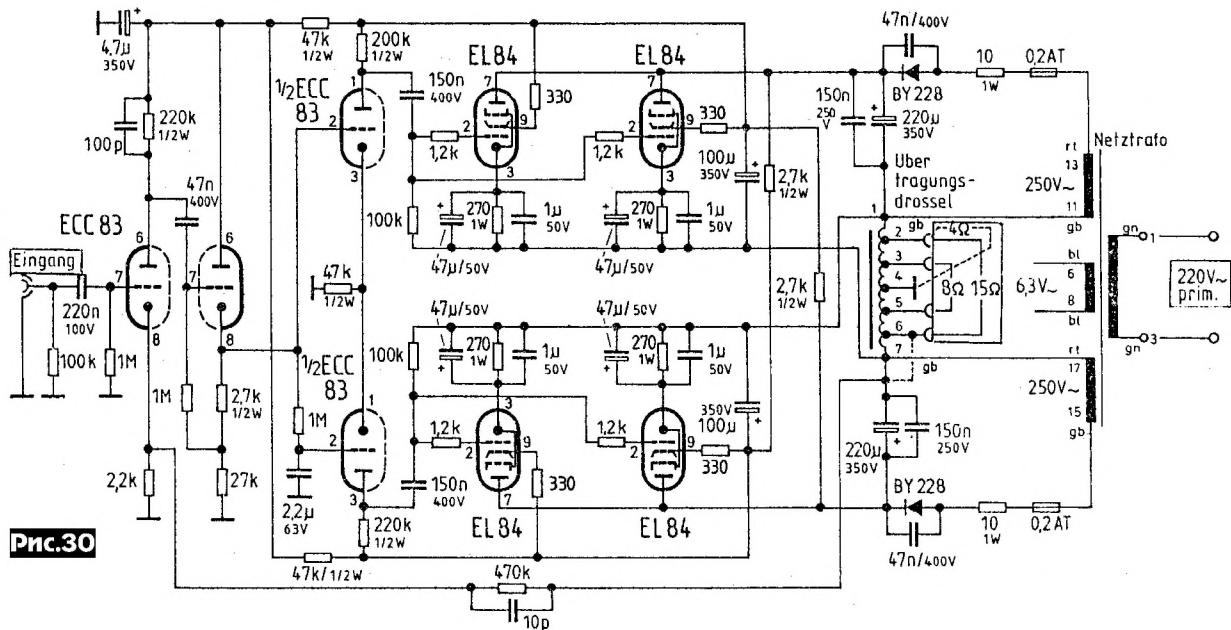

Рис.30
Схемотехника цирклотрона применяется не только в бестрансформаторных УНЧ. На рис.30 показана схема УНЧ мощностью 30 Вт, выходной каскад которого выполнен на квартете EL84 (6П14П) по схеме цирклотрона (который может быть назван параллельным двухтактным - Push-Pull Parallel или PPP) с выходным сопротивлением 800 Ом и согласующим автотрансформатором, позволяющим подключать нагрузку 16 - 8 - 4 Ома. Парафазный каскад выполнен на ECC83 (6Н2П), а общая ООС подается в катод лампы входного каскада. Объективные параметры усилителя очень высоки (для ламповых): полосу частот 10 Гц ... 70 кГц, коэффициент гармоник 0,01%, коэффициент демпфирования 30, отношение сигнал/шум 101 дБА. Соотношение числа витков автотрансформатора: 1-7 относится к 2-6 как 7:1, а к 3-5 как 10:1. Эта схема многократно воспроизведена одним из авторов, причем всегда с неизменным успехом.
**?** В «РАДИОхобби» №4/98 опубликована статья «Лампы и звук: назад в будущее или новое - это хорошо забытое старое?». Я хочу повторить схему рис.30 (Circlotron PPP) на 6П14П, но затрудняюсь с расчетом выходного согласующего автотрансформатора. Укажите его конструктивные данные.